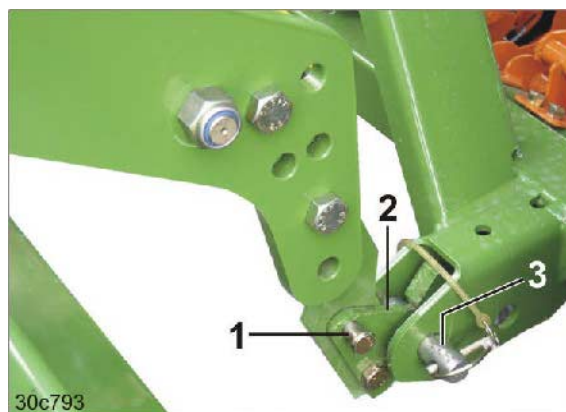

Bild 42
2. Dra ut de båda bultarna (Bild 42/1) från dragstångskrokarna och vrid bort säkringsplattan (Bild 42/2).
5. Fånga upp dragstångsbultarna (Bild 42/3) på såmaskinen med dragstångskrokarna.
6. Lås säkringsplattorna (Bild 42/2) med bultarna (Bild 42/1).